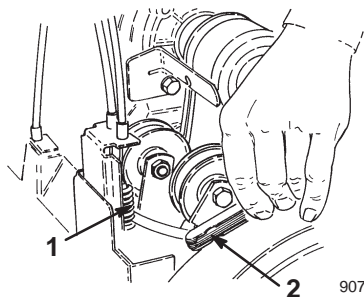

Figure 29
5. Maintenez le levier et insérez une jauge d'épaisseur de 0,25 mm entre un enroulement au centre du ressort (Fig. 29).